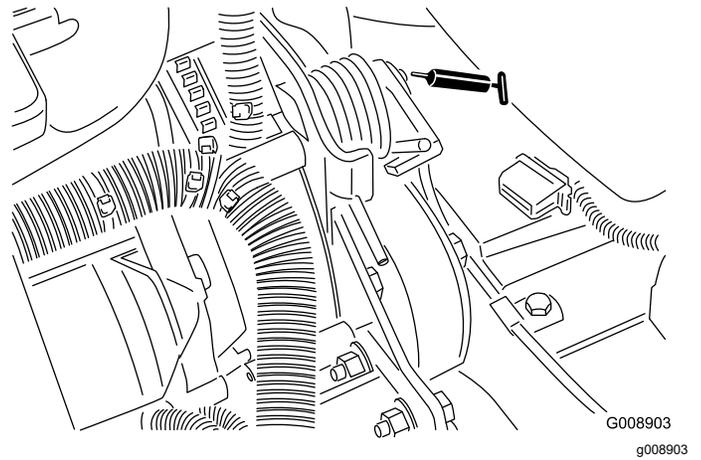

Figura 68
- Pivote tensor de la correa (Figura 68)